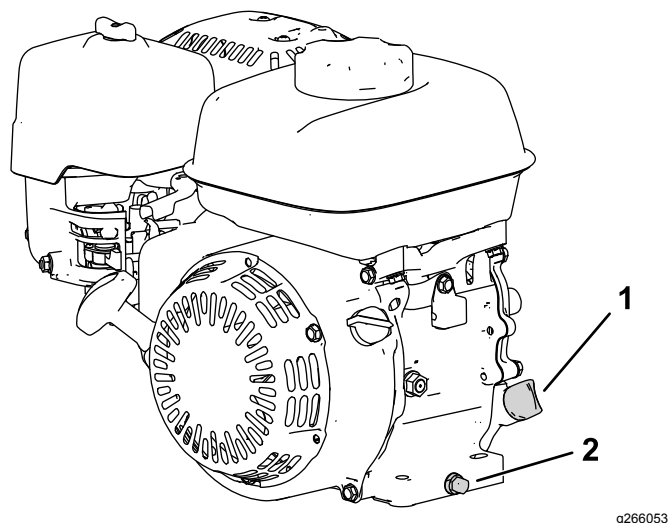

图27
- 调整机器使发动机保持水平并清洁加油管周围的区域 图27。
3. 取出排油塞、垫圈和量油尺 图27。